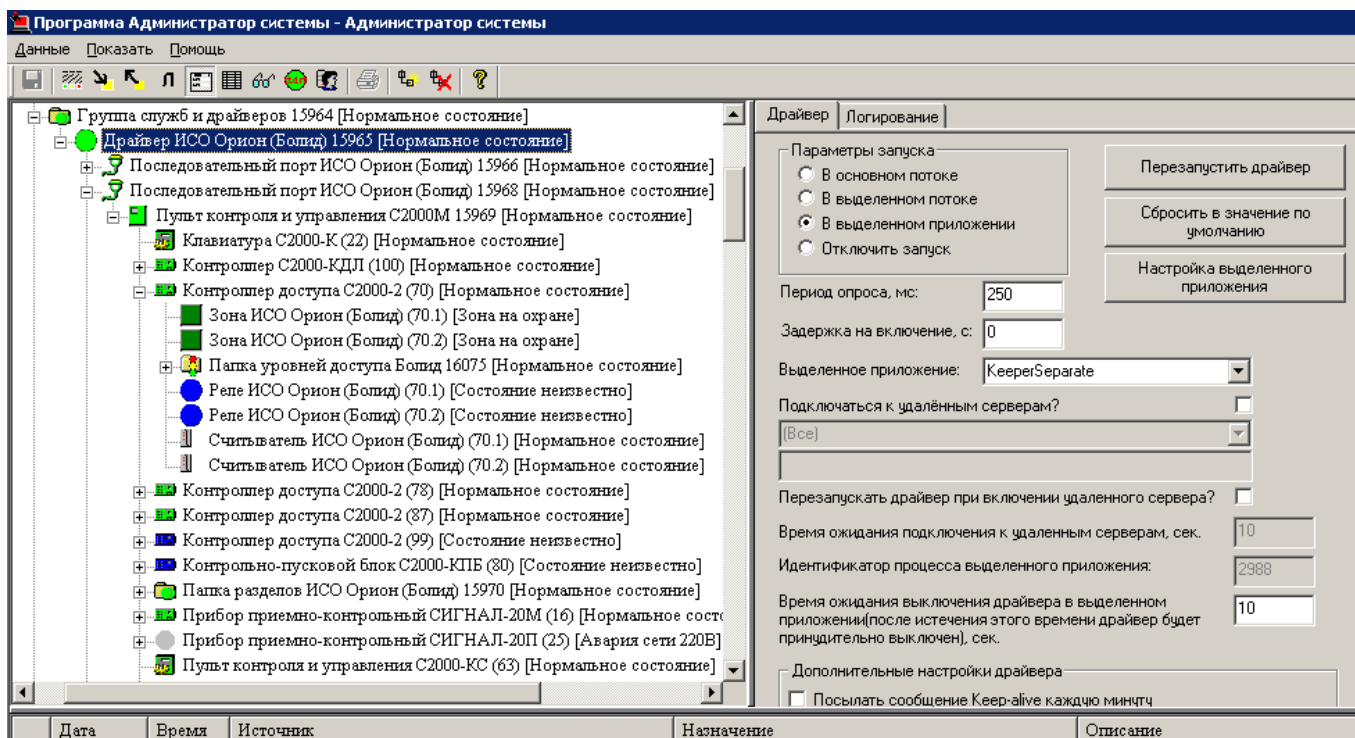

Рисунок 12 – Дерево конфигурации драйвера
6. Перезапустите драйвер. Все элементы, дочерние к элементу **Драйвер ИСО Орион (Болид)**, перейдут в **[Нормальное состояние]** или иное, соответствующее физическому состоянию оборудования, и отличное от **[Состояние неизвестно]** (рисунок 12).